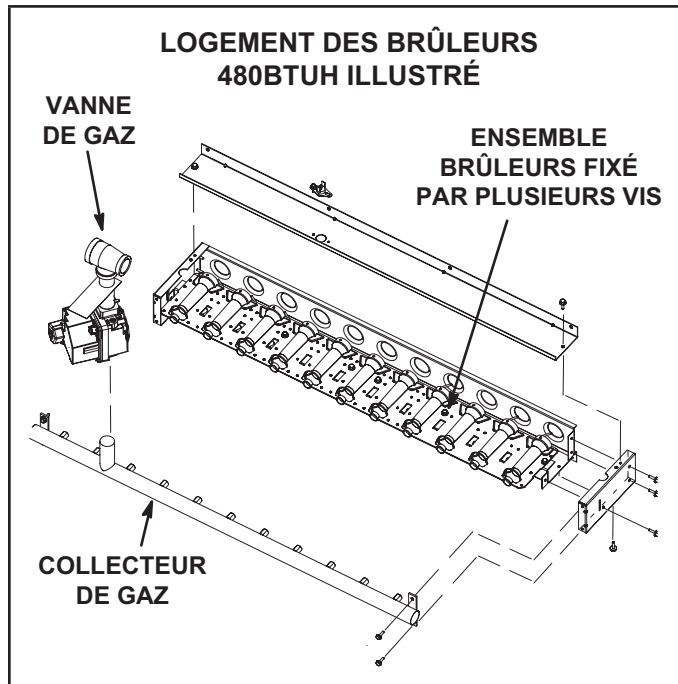

FIGURE 30
- 3 - Retirer les vis qui fixent l'ensemble brûleurs au support des brûleurs et retirer l'ensemble. Voir FIGURE 30. Les nettoyer au besoin.